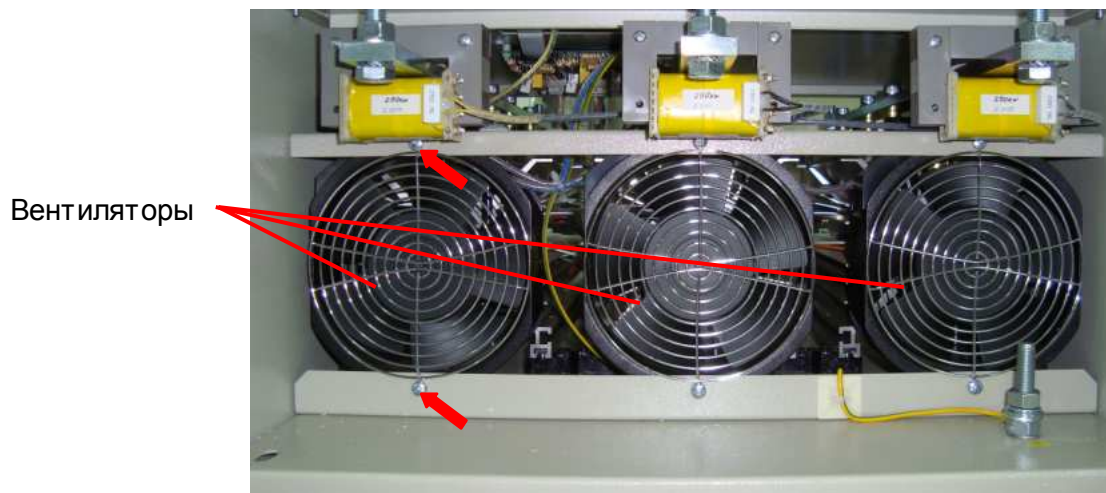

Рис. 6.12
6.8.2. Выкрутить два винта крепления вентилятора (рис. 6.12, красные стрелки) и положить их в тару.